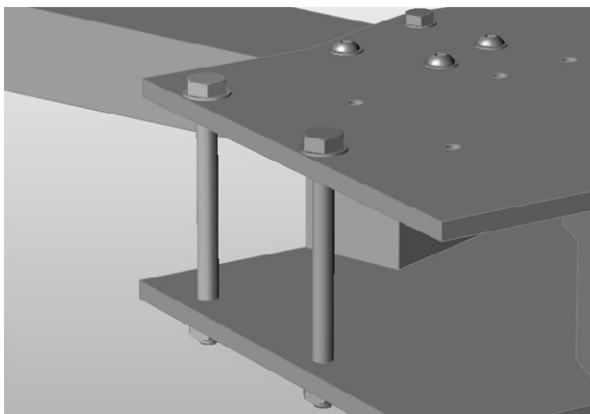

图 11-18
4) 要手动创建螺栓连接，请选中每个孔的内表面，然后再次单击创建螺母和螺栓，如图 11-18 所示。